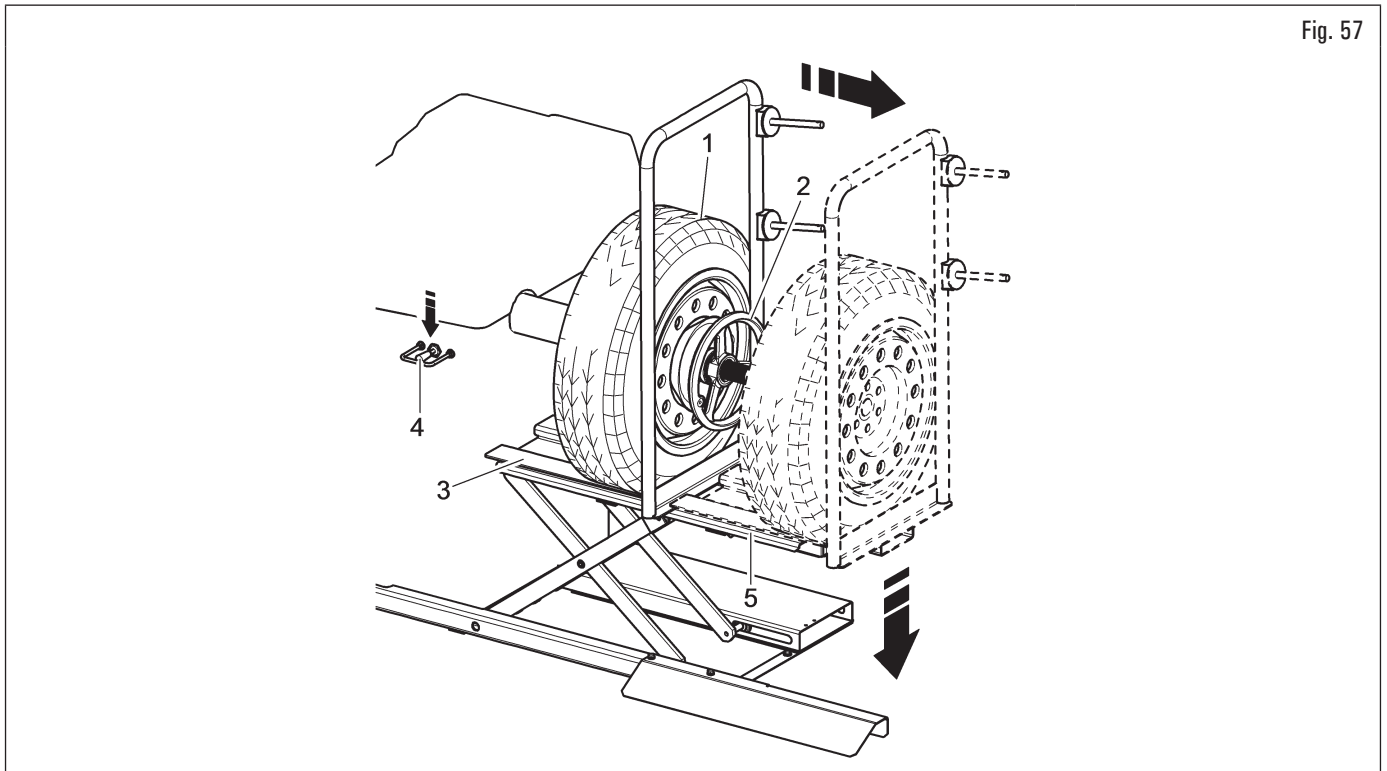

Fig. 57
3. débloquer la roue (Fig. 57 réf. 1) du mandrin en coupant les dispositifs de blocage (Fig. 57 réf. 2) ;
4. transférer vers droite l'appui roue (Fig. 57 réf. 3) avec le pneu posé sur le même ;
5. baisser le commande de descente (Fig. 57 réf. 4) et faire descendre à terre la plate-forme (Fig. 57 réf. 5) ;